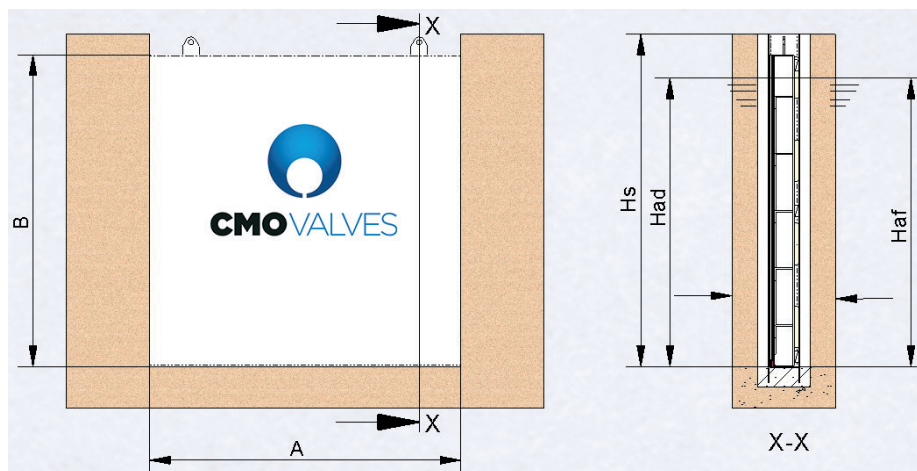
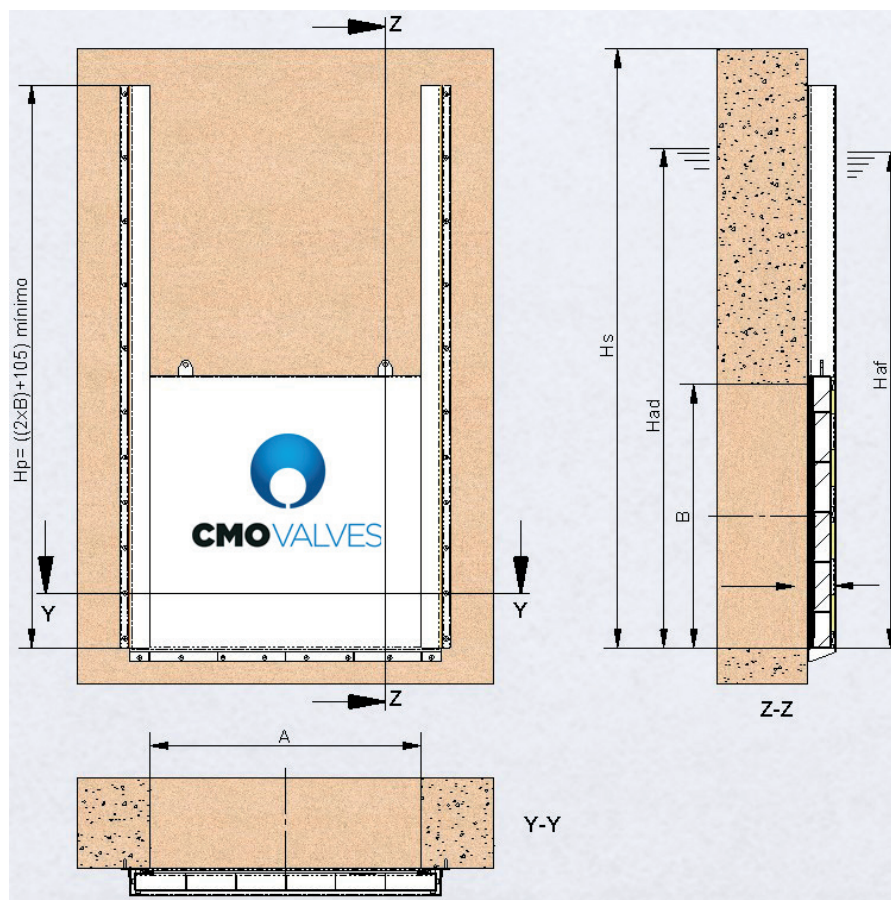

Fig. 11
Fig. 12
Pour définir une vanne batardeau **AT**, nous devons connaître la largeur et la hauteur du canal ou conduit, le sens du flux et la charge de fluide de chaque côté de la vanne. Nous devons également connaître la hauteur du sol (**Hs**) et savoir si la fermeture sera réalisée sur 3 faces (fig. 11) ou sur 4 faces (fig. 12).
Ci-dessous nous décrivons chaque cote de la (fig. 11 y 12).
- **Cote A** : elle est employée pour définir la largeur du canal (fig. 11) ou conduit (fig. 12).
- **Cote B** : elle est employée pour définir la hauteur du panneau (fig. 11) ou conduit (fig. 12).
- **Cote Hp** : elle est utilisée pour définir la distance depuis la sole de la vanne à la partie supérieure du corps. Cette cote devra présenter au moins le double de la hauteur de la vanne (B) plus 105 mm (pour pouvoir ouvrir complètement la vanne).